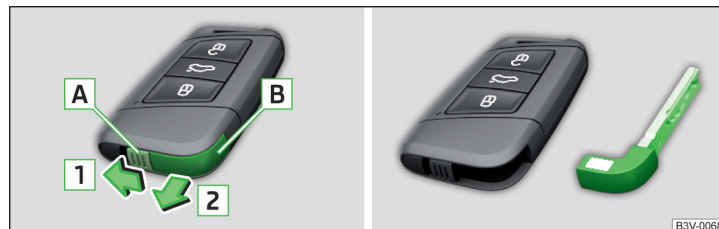

Fig. 52 Clé KESSY
- ▶ Appuyez sur la poignée de déverrouillage **A** dans le sens de la flèche **1** » fig. 52.